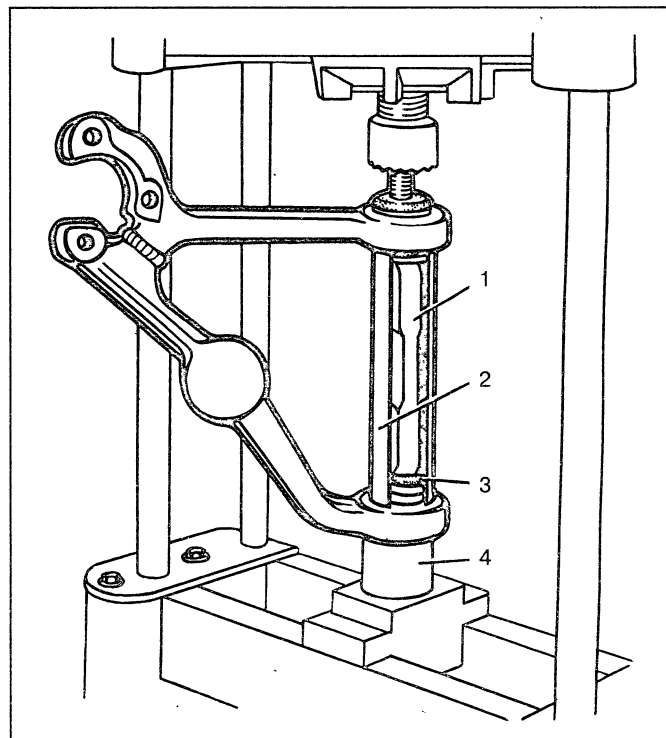

Рис. 4-10. Выпрессовка шарниров верхнего рычага: 1 – ось рычага; 2 – приспособление 67.7823.9527; 3 – шарнир; 4 – оправка А.74177/1
**Верхний рычаг.** Между проушинами рычага установите на ось приспособление 67.7823.9527 и поставьте рычаг на оправку А.47045 (рис. 4-10). Пуансоном прессы нажимайте на ось 1 рычага до выпрессовки шарнира 3 из отверстия. Для выпрессовки второго шарнира переверните рычаг и повторите операцию.